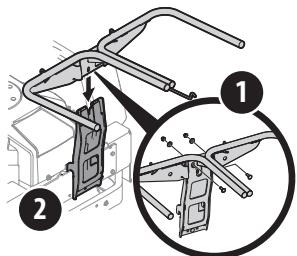

Figura 5
1. Coloque y sujeté el conjunto del colgador (1) en la ménsula de soporte vertical (2) usando dos pernos de carro (710-0276) dos arandelas de cubeta (736-0242) y dos tuercas de seguridad con brida (712-04063) del paquete de herrajes 689-02200. Consulte la Figura 5.